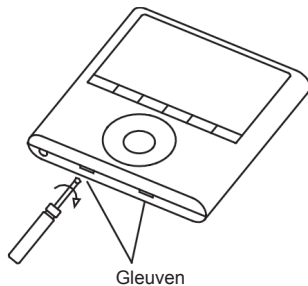

Fig. 3-4
- Verwijder de dekplaat van de wandbediening (Fig. 3-4).